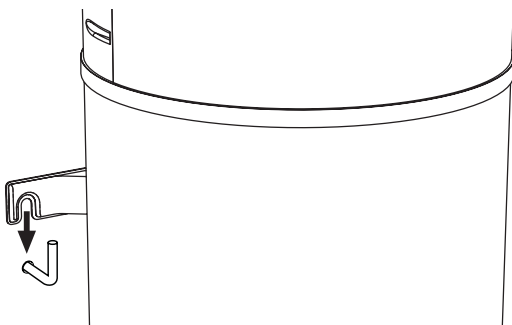

Abb. 31 - Befestigung an der Wand
- Hängen Sie den Heizkessel mit dem entsprechenden Befestigungsbügel ein (Abb. 31).